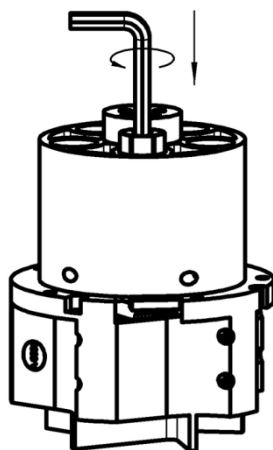

Abb. 72: Kontaktbuchse einsetzen
4. Neue Kontaktbuchse mit dem Innensechskantschlüssel einsetzen und festziehen (Abb. 72).